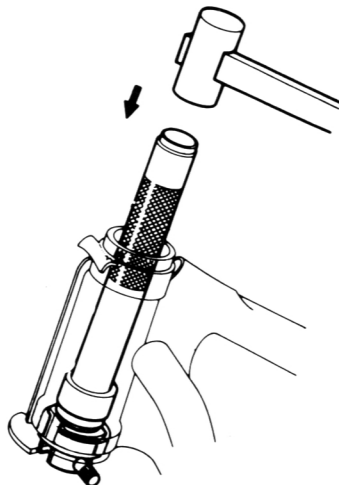

Bild 165
- Den unteren Laufring mit Hilfe des Spezialwerkzeugs (Treibdorn 0746–3710500) entfernen (Bild 165). Falls das Motorrad einen Unfall hatte, den Bereich um den Steuerkopf auf Risse überprüfen.